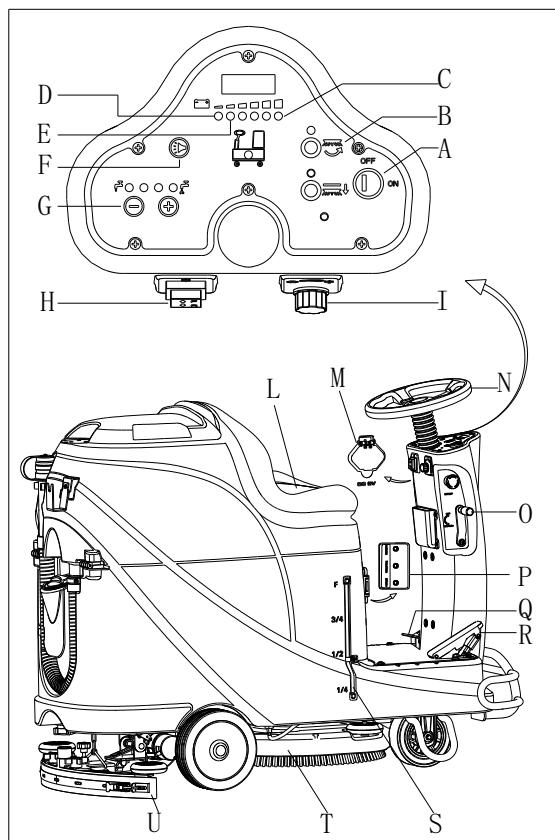

Figura 10
2. Siéntese en el asiento (L, Figura 10), inserte el interruptor de llave (A) y gírelo hacia “ON”. Si la luz verde (C) está encendida, las baterías están completamente cargadas para el uso. Si la luz amarilla (E) o la luz roja (D) está encendida, deben cargarse antes del funcionamiento. [Ver capítulos de MANTENIMIENTO para carga de baterías].
11. Afloje el pedal de aceleración (R, Figura 10), la máquina deja de funcionar.
12. Pulse el botón del cepillo (B) para parar el motor del cepillo.
13. Eleve el ensamblaje del cepillo (T) presionando el pedal (Q).
14. Eleve el ensamblaje del cepillo (U) subiendo/bajando la palanca de la escobilla (O), y unos segundos después, el sistema de aspiración se cerrará.